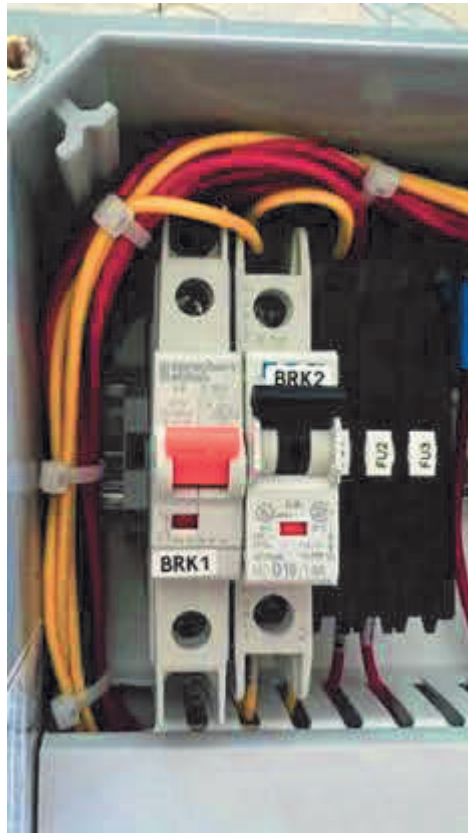

Figura 6-3: Posiciones de los disyuntores del panel de control para realizar mantenimiento en la GREEN MACHINE
- El disyuntor **BRK2** debe girarse a la posición **ARRIBA** (CERRADO) para evitar el apagado de la estación. **Vea Figura 6-3**